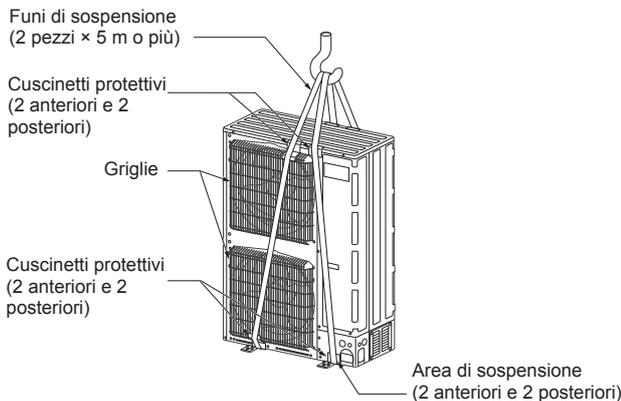

Fig. 2-2
2.3.1. Appendere l'unità (Fig. 2-2)